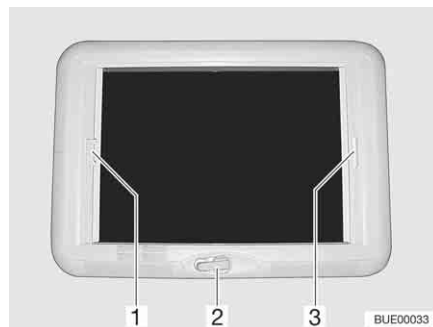

Fig. 123 Lanterneau à manivelle
- Tourner la manivelle (Fig. 123,2) jusqu'à ressentir une résistance.
*Fermer :* ■ Tirer la poignée du dispositif occultant plissé (Fig. 123,3) et le relâcher lorsqu'il a atteint la position voulue. Le dispositif occultant plissé reste alors à cette position.
*Fermer :* ■ Tirer sur la poignée (Fig. 123,1) de la moustiquaire jusqu'à toucher la poignée du dispositif occultant plissé (Fig. 123,3) située vis-à-vis et la faire s'enclencher.
*Ouvrir :* ■ Appuyer sur la poignée de la moustiquaire (Fig. 123,1) vers l'arrière et le haut et décrocher la moustiquaire du dispositif occultant plissé (Fig. 123,3).